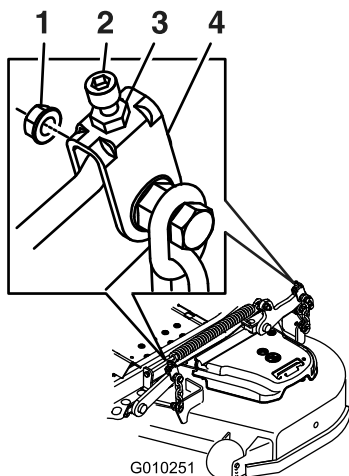

Figura 95
11. Para as plataformas do cortador mostradas na Figura 95, afine a porca de ajuste no conjunto de elevação da plataforma frontal rodando-a (Figura 95).
17. Regule o ajuste girando para a altura de 8,3 cm (Figura 95).